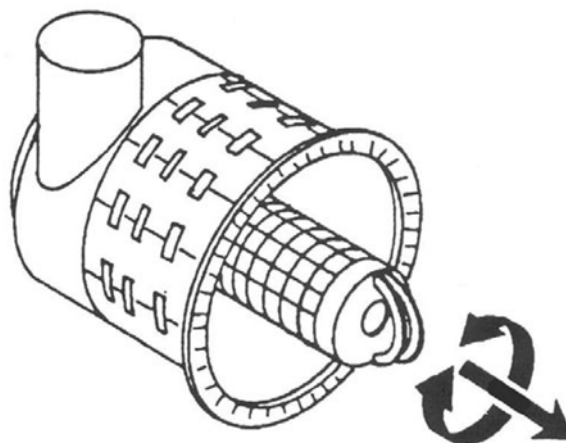

Fig. 12 Elemento secundario (modelo A) retirar
- Agarrar el elemento secundario por ambas solapas y retirarlo moviéndolo suavemente de un lado hacia otro (véase Fig. 12).